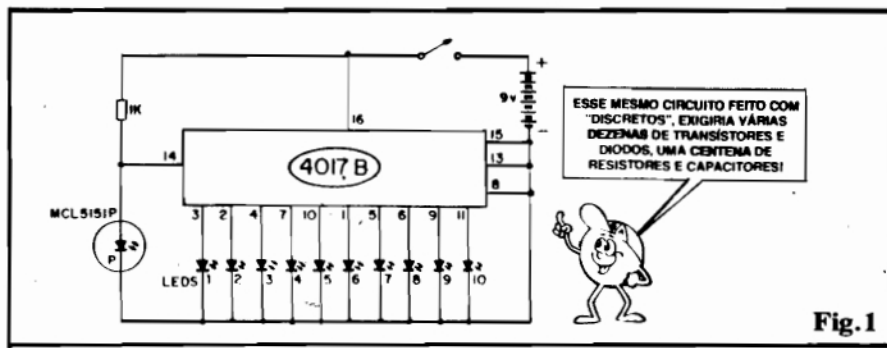

Fig.1
- FIG. 1 - DIAGRAMA ESQUEMÁTICO DO CIRCUITO - Novamente (embora o Leitor/"Aluno" ainda esteja meio "verde" na interpretação de "esquemas" com Integrados...) dá para se notar, logo "de cara", a extrema simplificação geral do arranjo, todo ele centrado num único representante (com o qual convivemos muito, e por muito tempo...) da grande "raça" dos DIGITAIS, pertencente à "família" dos C.MOS (Complimentary Metal-Oxide Silicon). Na verdade, o Integrado 4017B faz, no circuito, praticamente tudo (com uma pequena ajuda de um mero "LED pisca", conforme veremos no final, no item "O CIRCUITO - COMO FUNCIONA"...). Notem que, "esquecendo" momentaneamente do próprio Integrado, e dos "manifestadores" dos circuitos (os 11 LEDs, sendo 10 "comuns" e um "pisca"...), temos (passagem...) apenas UM componente extra: o solitário resistor de 1K...! No mais, a alimentação, que devido à baixíssima demanda de Corrente pode, perfeitamente, ser suprida por uma simples bateria-